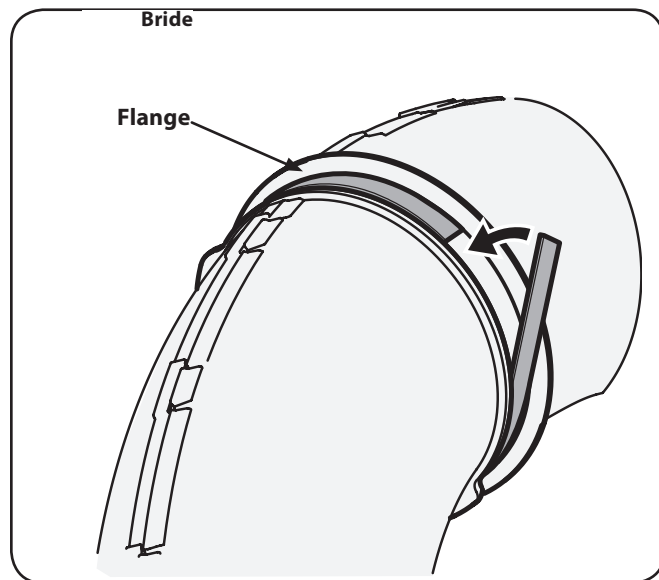

Figure 4-24
1. Décollez la protection de la bande de mousse auto-adhésive (721-04388) qui est comprise dans votre boîte. Appliquez-la sur la goulotte supérieure, à plat contre la bride comme illustré à la Figure 4-24.